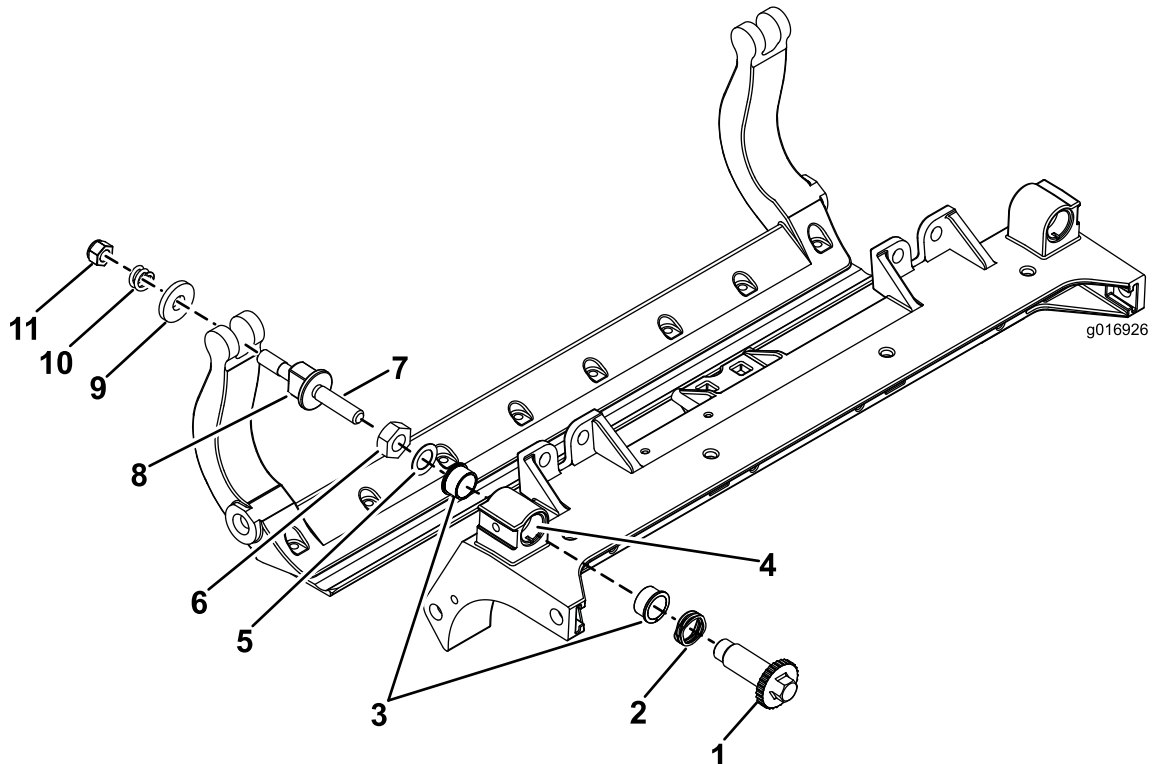

Figura 35
1. Retire todas las piezas (consulte las *Instrucciones de instalación* del Kit HD DPA y la Figura 35).
2. Aplique compuesto antigripante en la parte interior de la zona de los casquillos del bastidor central de la unidad de corte (Figura 35).
3. Alinee los salientes de los casquillos con brida con las ranuras del bastidor, e instale los casquillos (Figura 35).
4. Instale una arandela ondulada sobre el eje del ajustador e introduzca el eje del ajustador en los casquillos con brida del bastidor de la unidad de corte (Figura 35).
5. Sujete el eje del ajustador con una arandela plana y una contratuerca (Figura 35).
12. Coloque una arandela de acero por fuera de cada arandela de nylon (Figura 35).
Nota: Las arandelas del interior pueden tener cierta holgura (Figura 35).
15. Apriete la tuerca de cada ajustador de la barra de asiento hasta que el muelle de compresión esté comprimido del todo, luego afloje la tuerca $\frac{1}{2}$ vuelta (Figura 35).